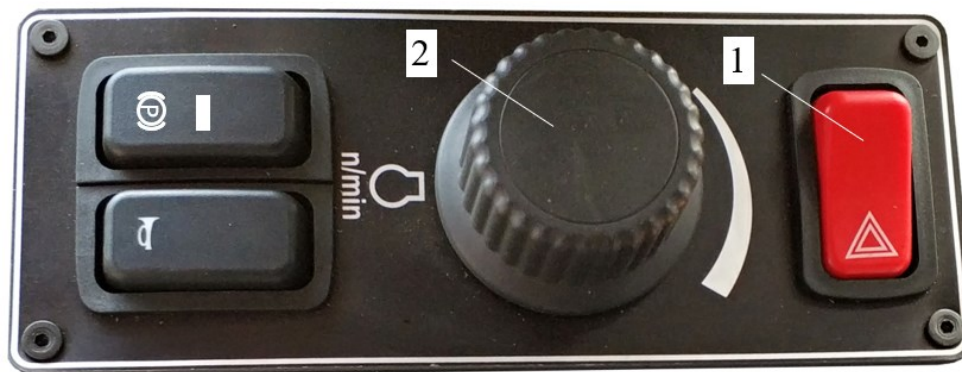

Рисунок 3.14. Органы управления левой тумбы
- ▶ Нажать кнопку безопасности (аварийный выключатель) 1, рис. 3.14.
- ▶ Рукояткой оборотов двигателя 2, рис. 3.14. выставить минимальные обороты.
времени турботаймера подробно изложено в отдельном руководстве на дисплейный модуль). По прошествии установленного времени работы турботаймера двигатель остановится. В момент работы турботаймера команду на останов двигателя можно отменить, для этого необходимо увеличить частоту вращения двигателя, повернув рукоятку оборотов двигателя 2, рис. 3.14, по часовой стрелке.